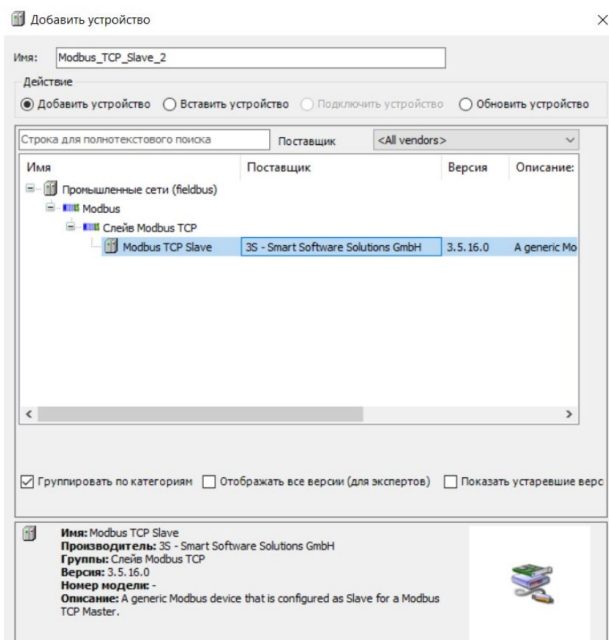

Рис.19 Добавление слейв-узлов.
3. Затем Пользователю нужно добавить слейв-узлы, которые предполагается опрашивать, и нажать правой кнопкой мыши на объект "Modbus\_TCP\_Master (Modbus TCP Master)" в дереве проекта, выберите "Добавить устройство...". В директории "Промышленные сети (fieldbus) > Modbus > Слейв Modbus TCP" Пользователь должен выбирать объект "Modbus TCP Slave" и двойным щелчком добавить его в дерево проекта (Рис.19). Далее необходимо закрыть окно добавления устройств.